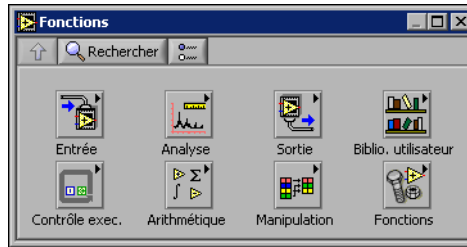

Figure 1-6. Palette de **Fonctions**
3. Si la palette de **Fonctions**, illustrée dans la figure 1-6, n'est pas visible sur la face-avant, sélectionnez **Fenêtre»Palette de fonctions** pour l'afficher.